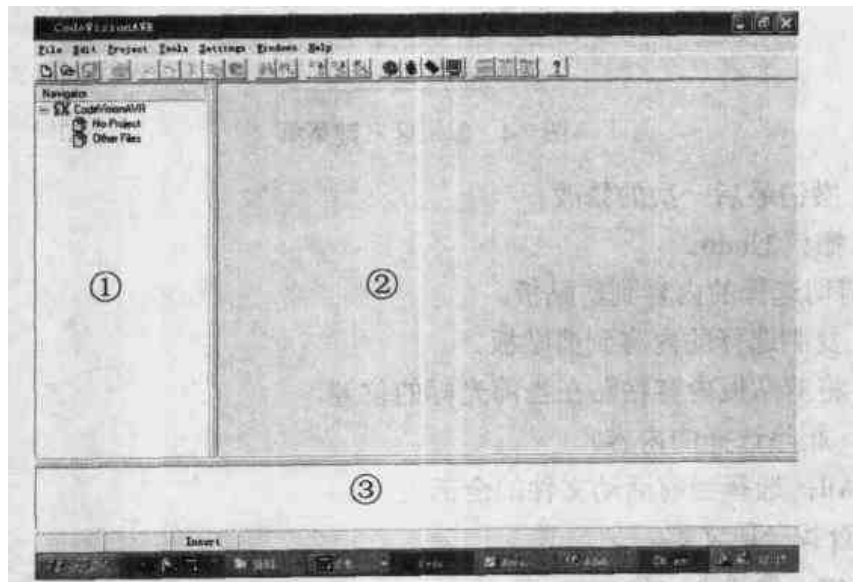

图 7.2 CVAVR 集成工作环境
CVAVR 的集成工作环境(IDE)与 ICCAVR 类似, 如图 7.2 所示, 其中①区为导航栏, ②区为编辑区, ③区为信息栏。